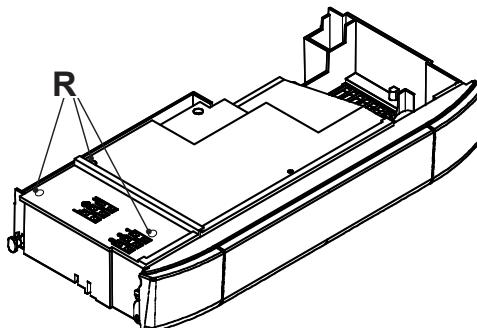

рисунок 5.21
- Ослабьте винты R и снимите сервисную панель (рисунок 5.21).